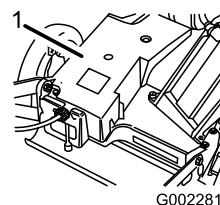

Figura 32
3. Retire los pernos que fijan la cubierta de la correa (Figura 32) a la carcasa del cortacésped.